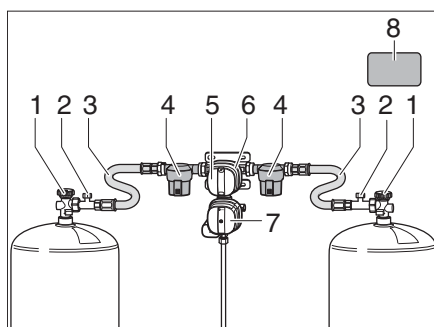
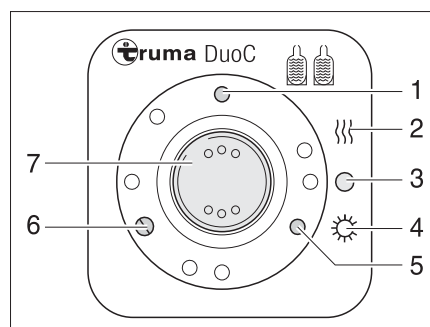
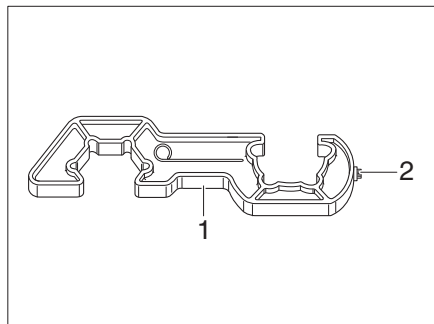
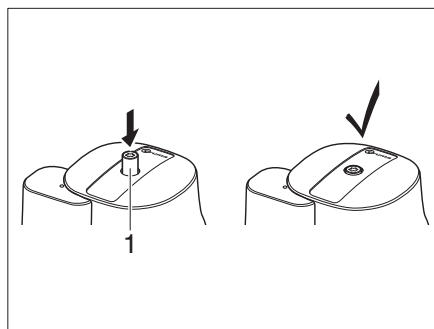

Fig. 85 Instalación de conmutación DuoControl
Fig. 86 Unidad de mando
Fig. 88 Elemento auxiliar de enroscado
Fig. 89 Crashsensor
La instalación de conmutación DuoControl consta de un regulador de conmutación (Fig. 85,6) y la unidad de mando (Fig. 86). El regulador de conmutación está montado entre las mangueras de alta presión (Fig. 85,3). Con el botón giratorio (Fig. 85,5) en el regulador de conmutación se puede determinar cuál de las bombonas de gas se usará como bombona de servicio y cuál bombona de gas como bombona de reserva.
El regulador de conmutación (Fig. 85,6) está equipado con el deshelador de reguladores Eis-Ex. De este modo se evitarán averías en la instalación de gas en el invierno.
Delante del regulador de conmutación está a cada lado un filtro de gas (Fig. 85,4), que protege la instalación de gas contra la contaminación con aceite y los ensuciamientos.
En la unidad de mando (Fig. 86) únicamente pueden conmutarse las funciones eléctricas. Las llaves de paso principales (Fig. 85,1) de las bombonas de gas deben abrirse a mano.
El regulador de conmutación garantiza una presión del gas constante, independientemente de cuál bombona de gas está suministrando el gas. Las dos luces de control en la unidad de mando indican el nivel de llenado de la bombona de servicio. Cuando la luz de control verde (Fig. 86,6) se ilumina, la bombona de servicio está llena. Cuando la luz de control roja (Fig. 86,5) se ilumina, la bombona de servicio está vacía. El suministro de gas se realiza entonces a través de la bombona de reserva.
- Abrir las llaves de paso principales (Fig. 85,1) de las bombonas de gas.
- Con el botón giratorio (Fig. 85,5) en el regulador de conmutación (Fig. 85,6), seleccionar la bombona de gas de la cual se debe tomar el gas preferentemente (bombona de servicio).
- Poner el interruptor basculante (Fig. 86,7) en "O" (Fig. 86,3). La luz de control amarilla (Fig. 86,1) se apaga.
Las luces de control en la unidad de mando (Fig. 86,5 y 6) indican en el interior del vehículo si la bombona de servicio está lista para el funcionamiento.
Si durante el funcionamiento la luz de control verde (Fig. 86,6) se apaga y la luz de control rojo (Fig. 86,5) se enciende, la bombona de gas seleccionada como bombona de servicio está vacía y debe cambiarse. La bombona de reserva seguirá suministrando gas a los consumidores de gas.
- ▶ Para enroscar y desenroscar las mangueras de alta presión, utilizar el elemento auxiliar de atornillado (Fig. 88,1). Garantiza el par de apriete necesario y evita que se produzcan daños en la unión atornillada por el uso de una herramienta incorrecta.
- Cerrar la llave de paso principal (Fig. 85,1) de la bombona de gas vacía.
- Desenroscar la manguera de alta presión (Fig. 85,3) de la bombona de gas con el elemento auxiliar de enroscado (Fig. 88).
- Conectar la bombona de gas llena a la manguera de alta presión (Fig. 85,3).
- Abrir la llave de paso principal (Fig. 85,1) de la bombona de gas.
- Girar el botón giratorio (Fig. 85,5) en el regulador de conmutación (Fig. 85,6) una media vuelta, de tal manera que la bombona de gas cambiada sirva de bombona de reserva.
- Presionar el botón (Fig. 85,2) del dispositivo de seguridad en caso de rotura de manguera en la manguera de alta presión, para activarlo.
- Si es necesario, presionar el botón de reposición (Fig. 89,1) en el Crashsensor.
- ▶ Observar el adhesivo de seguridad (Fig. 85,8) en la caja para bombonas de gas.
- Utilizar el Torx T20 (Fig. 88,2) en el elemento auxiliar de atornillado para presionar hacia dentro el botón de desbloqueo (Fig. 89,1), girar ligeramente en sentido horario y mantenerlo durante 5 segundos. El Crashsensor está listo para el funcionamiento cuando el botón de desbloqueo (Fig. 89,1) permanece en la posición hundida.
- Después de cambiar la bombona de gas, presionar con fuerza el botón verde (Fig. 85,2) en la manguera de alta presión (Fig. 85,3).